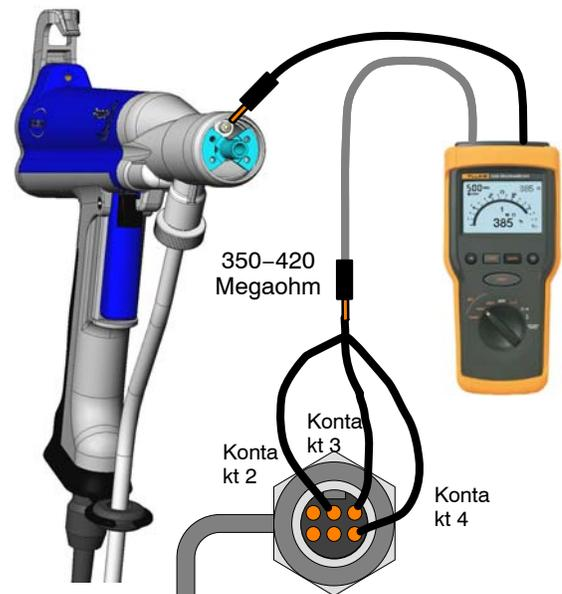

Abb. 12 Prüfung zwischen Kabelende und Federkolben
1. Siehe Abbildung 12. Düse abnehmen.